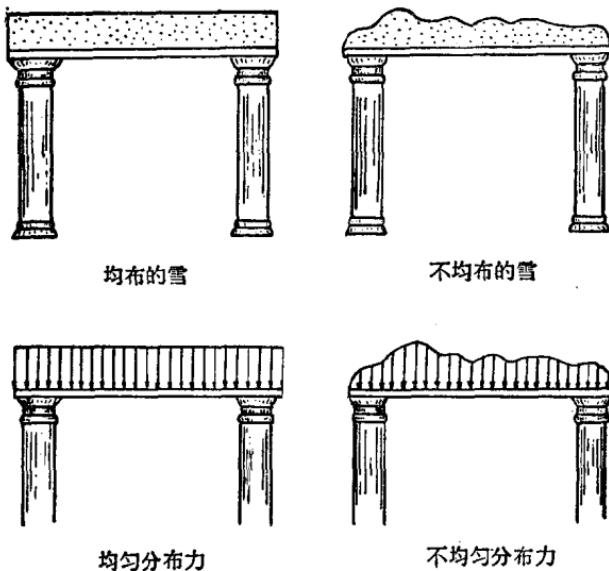

图 5 分布力
(1) 分布力：例如平屋顶上积着一层雪，那么，在整个屋面上都要受到雪的作用，因此，对屋面来说，就受到了连续不断地分布在整个面积上的外力，这就叫做分布力（或分布荷载）。但是，这一层雪可能是厚薄一样的，也就是均匀分布的，也可能是乱七八糟的，也就是不均匀分布的。前者就叫做均匀分布力，后者就叫做不均匀分布力（图5）。水压机活塞上的水压力、机器油缸里的油压等都是均匀分布力的例子。在工程上我们经常要遇到这种均匀分布力。